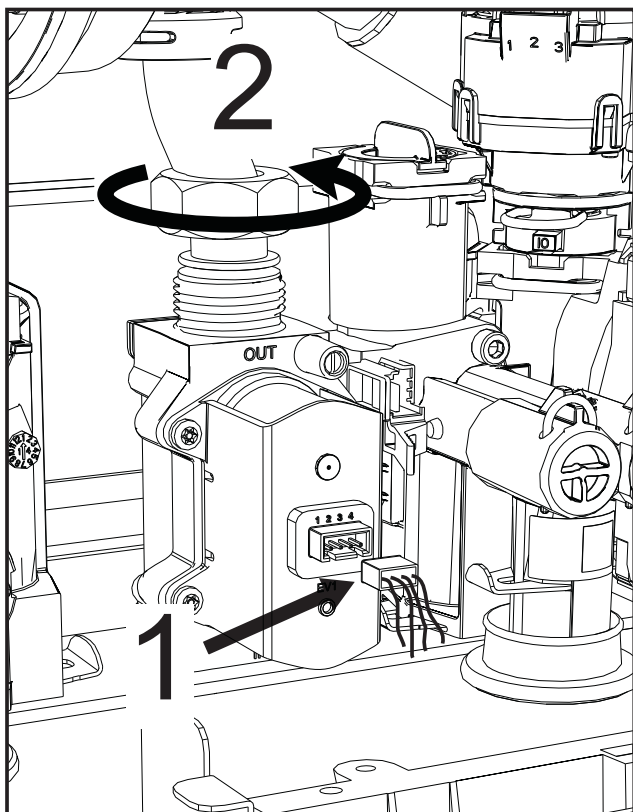

Abb. 42
- Die elektrischen Steckverbinder "1" trennen (abb. 42).
- Den Gasschlauch "2" trennen (abb. 42)